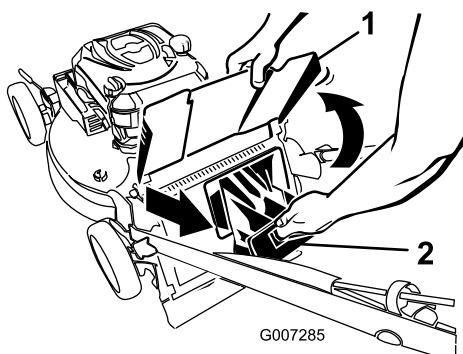

Figure 32
1. Soulevez le déflecteur d'éjection et gardez-le dans cette position (Figure 32).
2. Retirez l'obturateur d'éjection arrière (Figure 32).